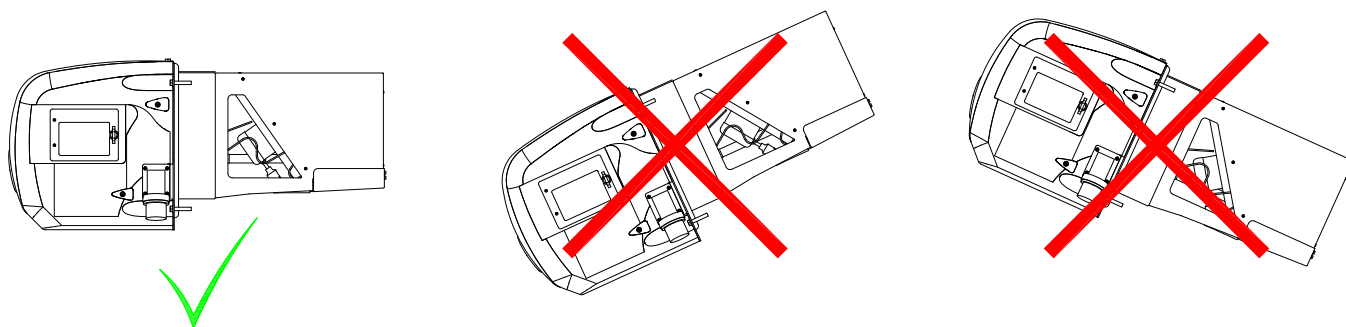

Fig. 4-2 Transporte y almacenamiento
- El equipo frigorífico para remolques refrigerados debe almacenarse únicamente en posición horizontal, **véase la Fig. 4-2**.